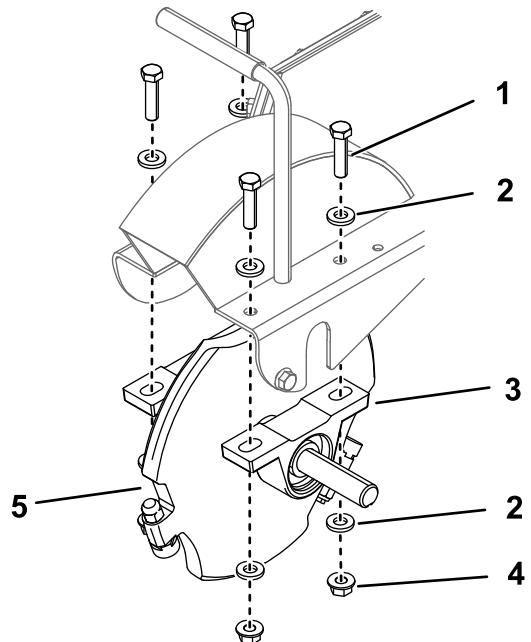

Figure 6
2. Contre-écrou (5/16 po) (3)
8. Déposez le disque de coupe (Figure 6).